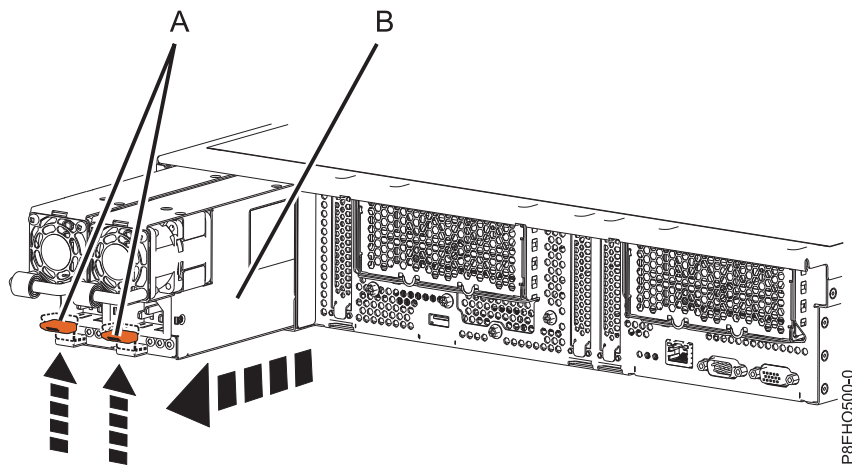

Figure 52. Retrait d'un bloc d'alimentation du système
- a. Pour retirer le bloc d'alimentation de sa position dans le système, poussez l'onglet de verrouillage de couleur ocre (A). Voir figure 52.
- b. Tenez la poignée du bloc d'alimentation d'une main et extrayez partiellement le bloc d'alimentation (B) du système.